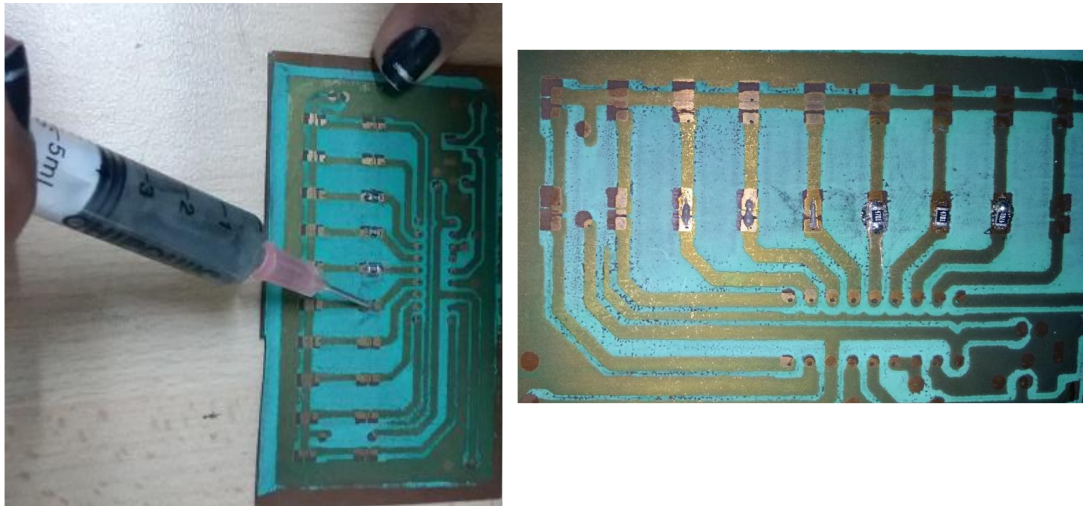

Figura 16. Aplicación de la soldadura SMD.
- Aplique la soldadura en pasta SMD en los pads de las resistencias superficiales como se muestra en la figura 16.